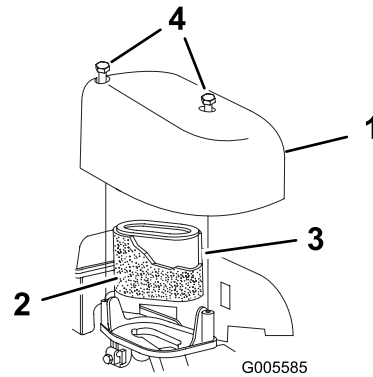

Figure 18
3. Retirez les vis de fixation du couvercle du filtre à air (Figure 18).
4. Déposez le couvercle et nettoyez-le soigneusement (Figure 18).
6. Nettoyez-le à l'eau avec un détergent doux, puis séchez-le en le serrant légèrement dans un chiffon (Figure 18).
7. Enlevez et jetez l'élément filtrant en papier (Figure 18).
8. Insérez l'élément en papier neuf dans le préfiltre en mousse (Figure 18).